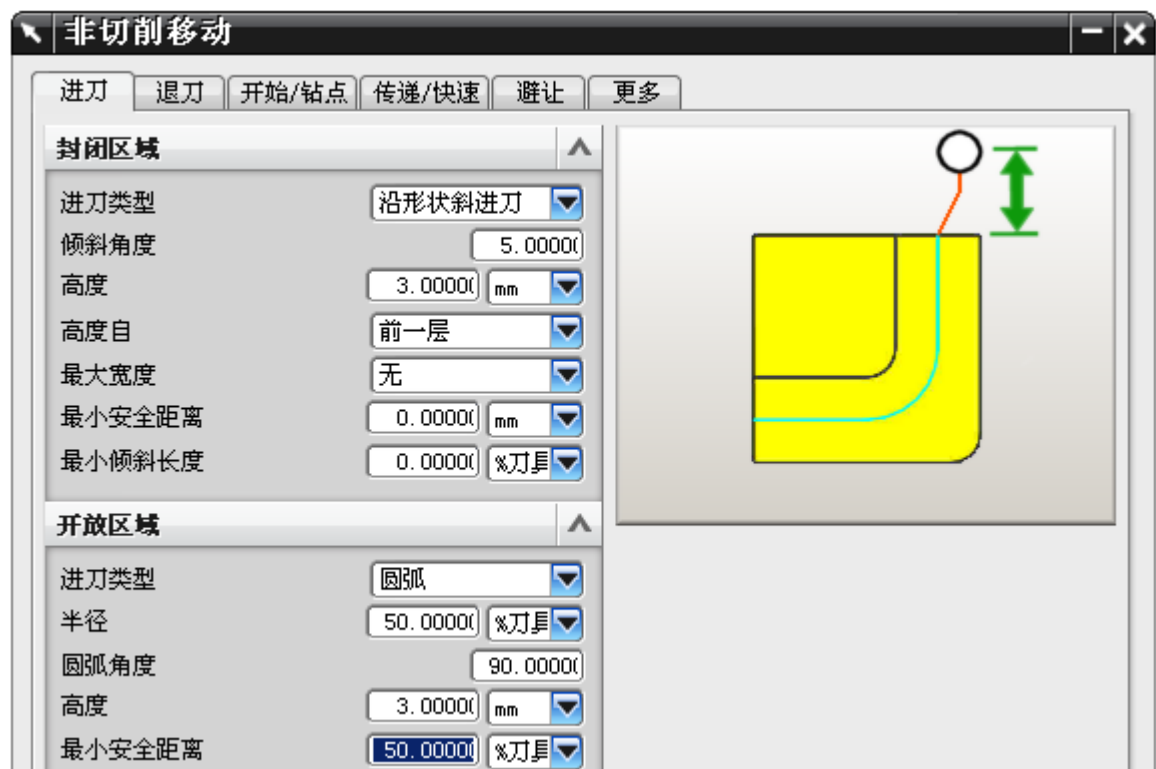

图 8-86
- 单击 ，打开非切削运动参数设置对话框，设置如图 8-86 所示的参数，单击确认。